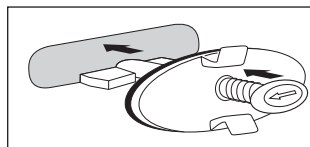

Fig. 4
- Dans le cas où le débordement se prolonge, maintenez la goupille à ressort enfoncée et basculez le levier de verrouillage de manière à ce qu'il soit perpendiculaire à la goupille à ressort (fig. 4).